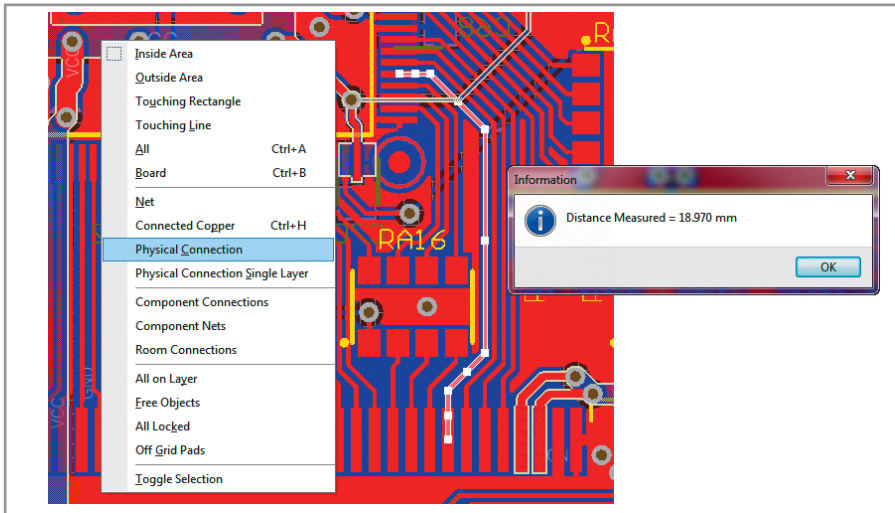

Рис. 9. Измерение выделенного участка топологии
- *Измерение выделенного объекта* – полезная функция Reports>Measure Selected Objects позволяет измерить длину выделенного участка топологии. Например, можно измерить длину участка трассы, выделив этот участок (клавиша S->Physical Connection) и выбрав команду Reports>Measure Selected Objects (см. рис. 9);